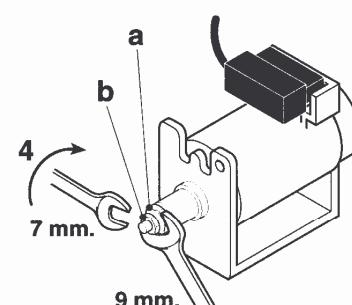

Fig. 31
- 9 - Escludere la regolazione del modulatore avvitando un paio di giri il dado **b** e successivamente il dado **a** del modulatore (fig. 31);
- 9 - Svitare un paio di giri il dado **b** e successivamente la vite **a** del modulatore (fig.31)
- 11 - Regolare la pressione massima ruotando in senso antiorario il dado **b** con una chiave da 7 (fig. 31), fino ad ottenere una pressione di 12,7 mbar al bruciatore per i modello M 25A e di 12,5 mbar al bruciatore per i modello MF 25A. Questa operazione deve essere fatta con il bruciatore acceso;
- 16 - Riposizionare la protezione in plastica del modulatore (fig. 31) ed eseguire una nuova sigillatura.